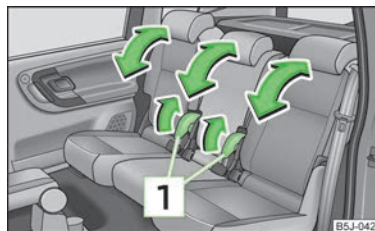

Fig. 39
- Trageți maneta 1 » fig. 39 și reglați înclinarea dorită a spătarului.
- Trageți maneta **1** » fig. 39 la pagina 50 și rabatați la maxim spre înainte spătarul scaunului.